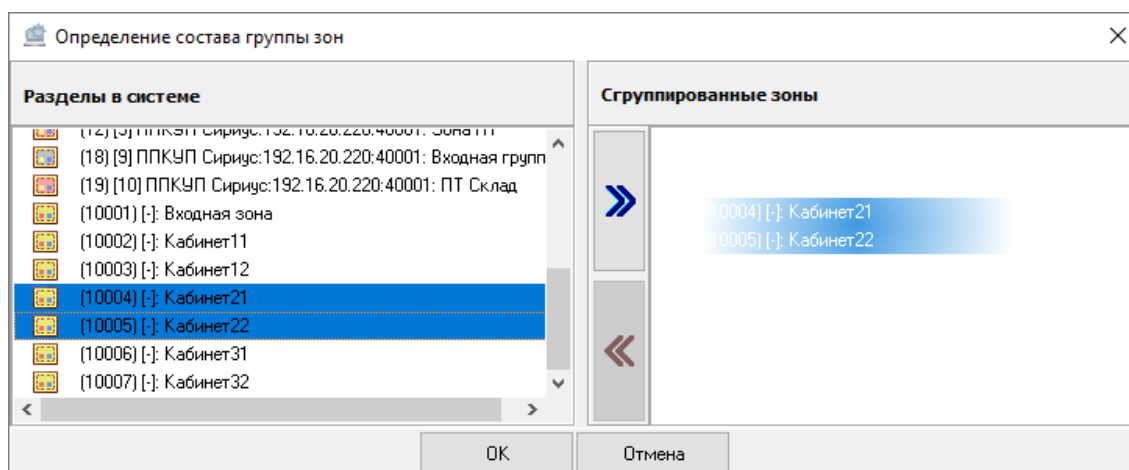

Рисунок 6-351 Привязка системных зон к системной группе зон перетаскиванием
- выделите одну или несколько зон в поле «Зоны в системе» (для выделения сразу нескольких системных зон нажмите на клавиатуре и удерживайте клавишу <Shift> для выбора диапазона или клавишу <Ctrl> для комбинированного выбора) и, удерживая нажатой левую клавишу мыши, перетащите выделенные системные зоны в поле «Сгруппированные зоны» (см. Рисунок 6-351).